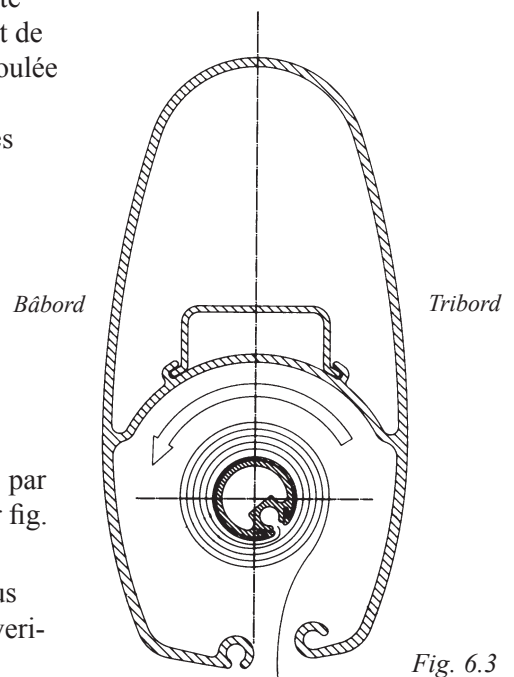

Fig. 6.3
8. Enroulez la voile dans le mât jusqu'à ce que seu le point d'écoute dépassé. Le profil est assymetrique, ce qui facilite l'enroulement de la voile dans une direction. La voile doit donc toujours être enroulée dans le sens contraire des aiguilles d'une montre (voir fig. 6.3). Ceci se fait en tournant le "line tender" dans le sens des aiguilles d'une montre
- Vérifiez que la voile est correctement enroulée autour du profil: par exemple dans le sens contraire des aiguilles d'une montre. (Voir fig. 6.3).